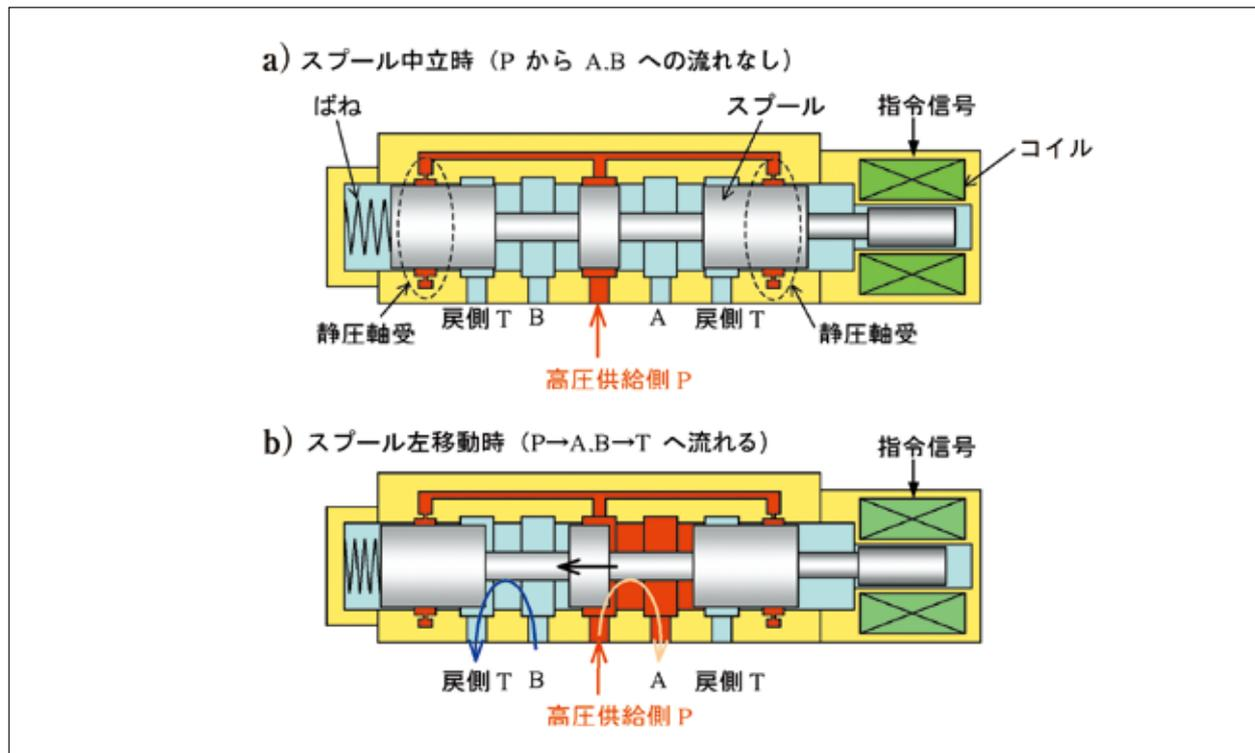
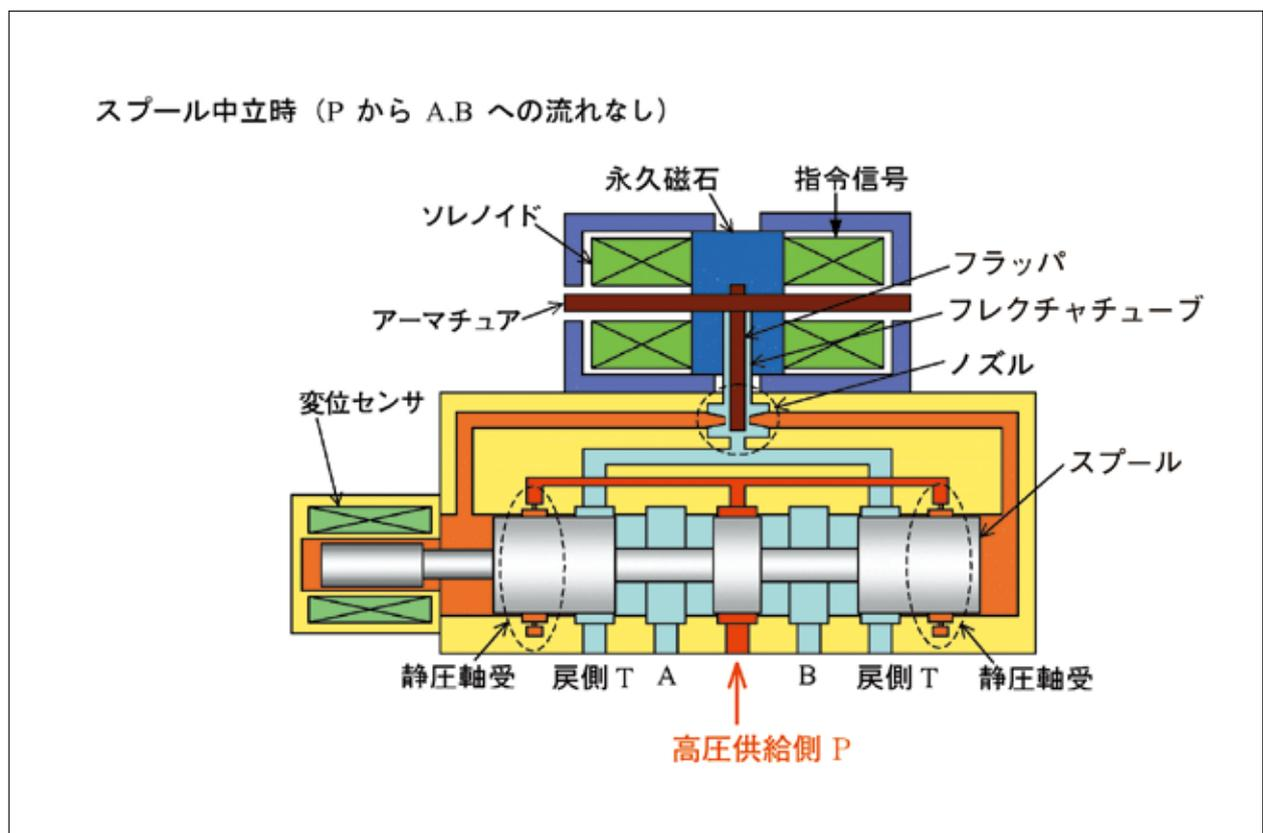

図 22 ソレノイド比例制御切換弁の構造断面
図 25 水圧サーボ弁の構造断面図
図 22 に ADS において、「水」の流れ方向を制御する方向切換弁の構造断面を模式的に示します。高圧供給側 P に先に説明した水圧ポンプから高圧水が供給されます。記号 A,B は駆動される機械装置内の ADS 機器に接続されます。直線運動の場合は水圧シリンダ、回転運動の場合には水圧モータに接続されます。仕事を終えた水は排水口 T から貯水タンクへ戻ります。高圧水の流れは糸巻き状の「スプール」と呼ばれる部品が左右に動くことによって、スプールにある溝と弁ケーシングで構成される開口部を通過して A や B に流れて機械を動かします。
モータ1個を組み合わせたロボティクスを構成しました。切換弁は図22のような簡単な構造ではなく「水圧サーボ弁」を使用し、高度な機能と「水」の特質を配慮した構造を有しています。サーボ弁の基本断面構造を図25に示します。この弁は、以下の三つの重要な機能部分の集合体です。①トルクモータと呼ばれ、ソレノイドと永久磁石を持ち、入力の電気信号でフラップを駆動する部分、②ノズルとフラップからなり、スプール両端面と連通しているノズル内圧力はフラップに応じて変位することから、スピールの動きを制御する部分、③スピールの動きによって高圧水の流れ方向と流量を微妙に制御する部分。
スプールは図22に示した切換弁と同様、本質的に、静圧軸受け構造となっており、スムーズに動くことができます。ここでは先の切換弁と重要な点で異なります。サーボ弁では静圧軸受けで利用された「水」は単純に排出されることなく、スピールを本体から浮上させた後、更にノズル部に流れます。ノズル部ではスピールの動作に重要